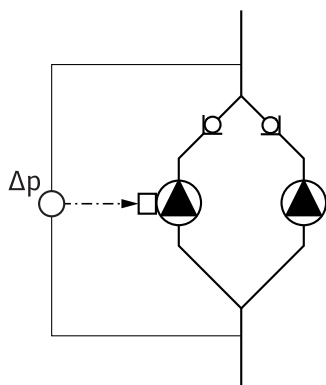

Fig. 18: Primer, priključak davača diferencijalnog pritiska
- U primeru datom na Fig. 18, Master pumpa je pumpa na levoj strani gledano u smeru protoka. Na ovu pumpu se povezuje davač diferencijalnog pritiska.
- Merne tačke diferencijalnog davača pritiska Master pumpe moraju da se nalaze u odgovarajućoj sabirnoj cevi na usisnoj i potisnoj strani sistema dupleks pumpe (Fig. 18).